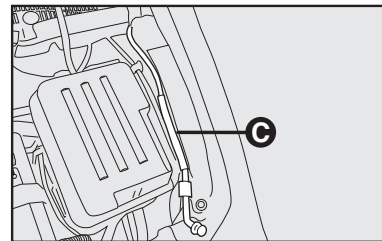

fig. 95
- 3) Levante el capó por la parte central y al mismo tiempo, suelte la varilla de fijación **C**-fig. 95 de su dispositivo de bloqueo.